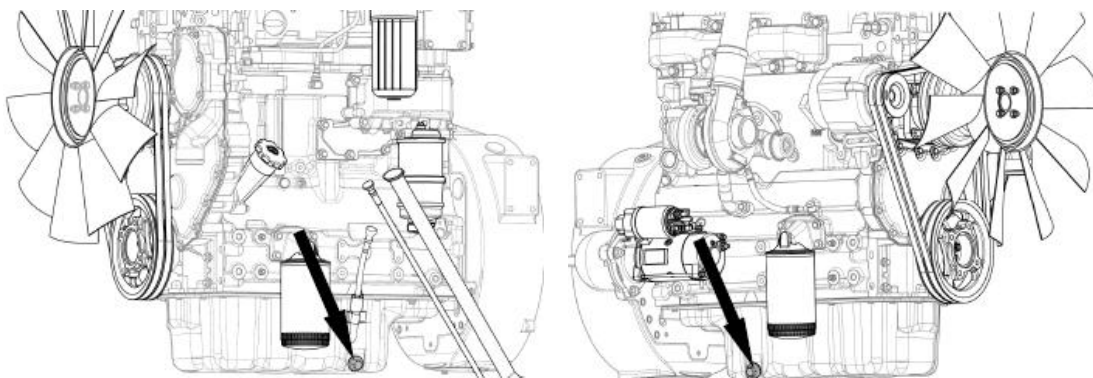

Рисунок 5.4 Сливная пробка двигателя
- ▶ Открутите сливную пробку масляного картера двигателя см. рис. 5.4